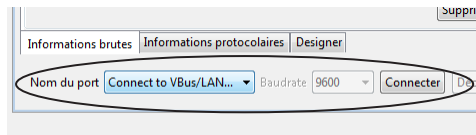

fig. 2
- ➔ Dans le menu déroulant **Nom du port** sélectionnez **Connect to VBus/LAN** en bas et cliquez sur **Connecter** (fig. 2).